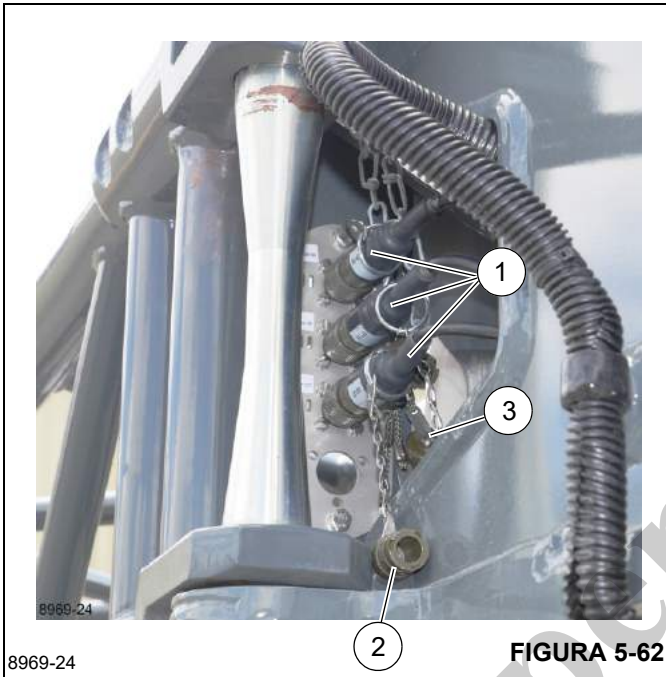

FIGURA 5-62
- a. Remova os plugues (1, Figura 5-62) dos terminais e sele os bujões com suas tampas (2). Sele os terminais com suas tampas (3).